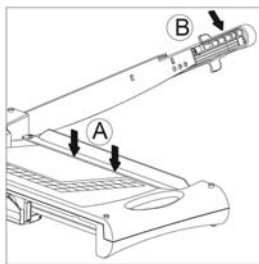

Fig. 2
- 4 Posez le document à couper sous la barre de pression à la position voulue et appuyez sur celle-ci (Fig. 2, A).
- 5 Abaissez le levier et coupez (Fig. 2, B).